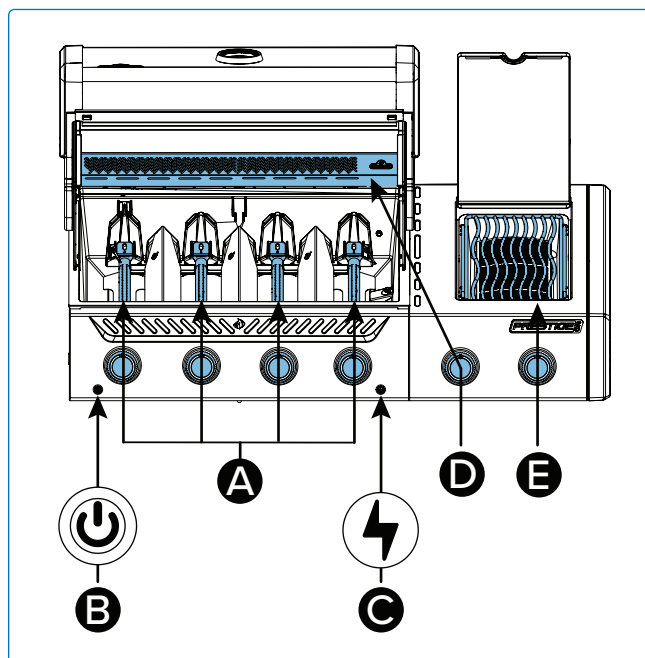

Fig. 6
5. Se il bruciatore non si accende, ruota la manopola di controllo del bruciatore in senso orario sulla posizione OFF. Attendi 5 minuti. Ripeti i passaggi 3 e 4. (**Fig. 6**).